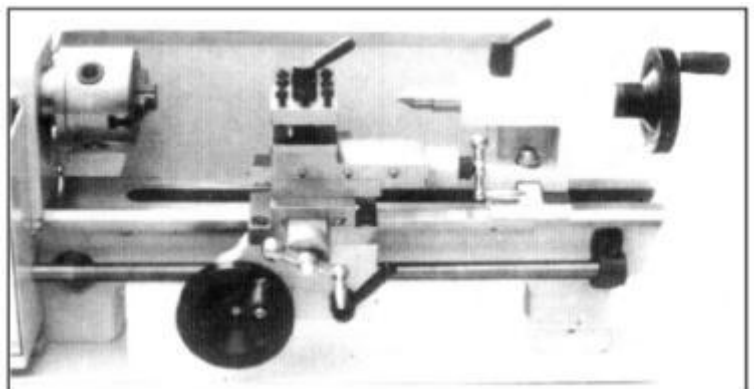

Рис. 5 Регулирование салазок, поперечного и крестового суппортов
6. Проверьте установку и работу рукоятки крестового суппорта и поперечной подачи. Если они слишком затянуты или ослаблены, отрегулируйте с помощью винтов, расположенных с обеих сторон (рис. 5).